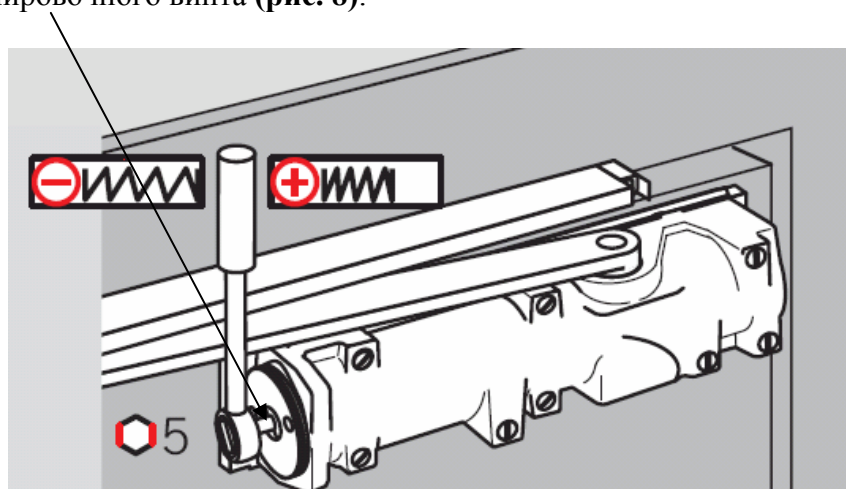

Рис. 8. Регулировка усилия доводчика **DORMA TS93**.
Регулировка усилия доводчика осуществляется предварительным сжатием пружины с помощью регулировочного винта (рис. 8).
6. С помощью винта на **рис. 8**, установите необходимое усилие закрывания двери.